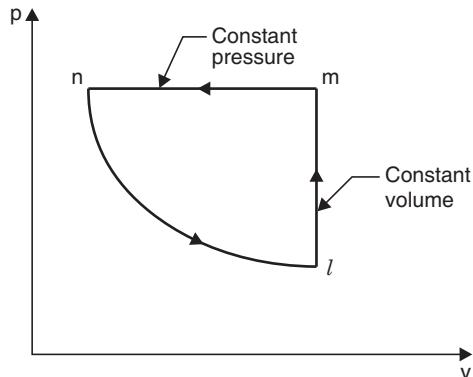

Fig. 2.20
**Solution.** Refer Fig. 2.20.